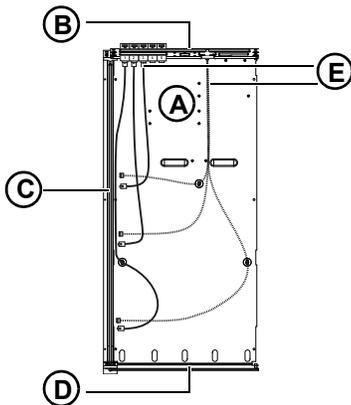

Abbildung 11. Chassisteile
- 1 – Chassis (siehe Abbildung 11)